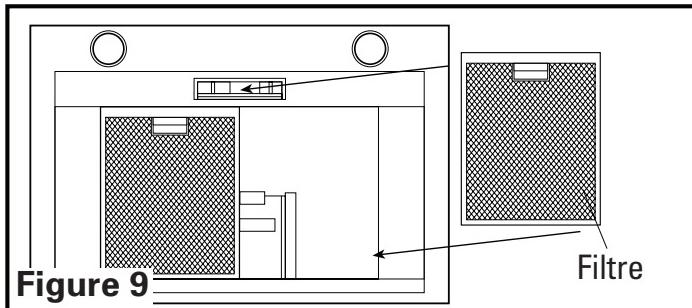

Figure 9
**Filtres de graisse :** Si la hotte sera ventilée à l'extérieur de la maison, installez les filtres de graisse fournis avec la hotte en glissant la languette à l'arrière du filtre dans la fente dans la hotte. Tout en tenant la poignée du filtre, soulevez le filtre en place et relâchez la poignée. Le filtre devrait se casser solidement dans l'endroit (**Figure 9**).